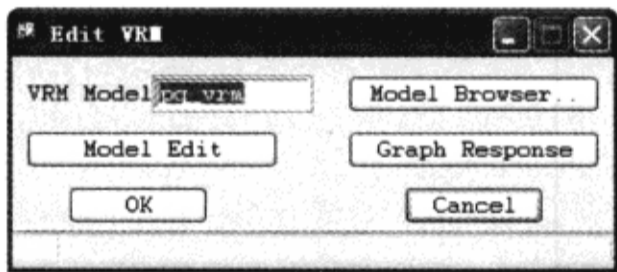

图 7-12-59 “Edit VRM”对话框
(1) 在“Power Integrity Design&Analysis”对话框中单击“VRM Edit”按钮，弹出“Edit VRM”，如图 7-12-59 所示。